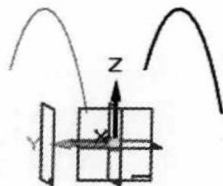

图 3.4 镜像草图 2
Step3. 创建图 3.4 所示的镜像草图 2。在 **阵列** 区域中单击 后的小三角, 选择 **镜像复制零件** 命令, 在图形区选取草图 1 作为镜像零件; 选取前视图 (XZ) 平面作为镜像中心平面, 单击“镜像”命令条中的 **完成** 按钮, 完成镜像草图 2 的创建。